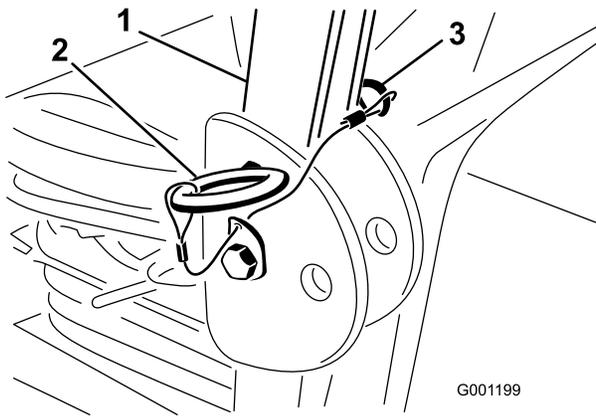

Figure 8
1. Retirez les goupilles fendues puis les 2 axes de l'arc de sécurité (Figure 8).
2. Relevez complètement l'arceau de sécurité puis insérez les 2 axes et fixez-les avec les goupilles fendues (Figure 8).